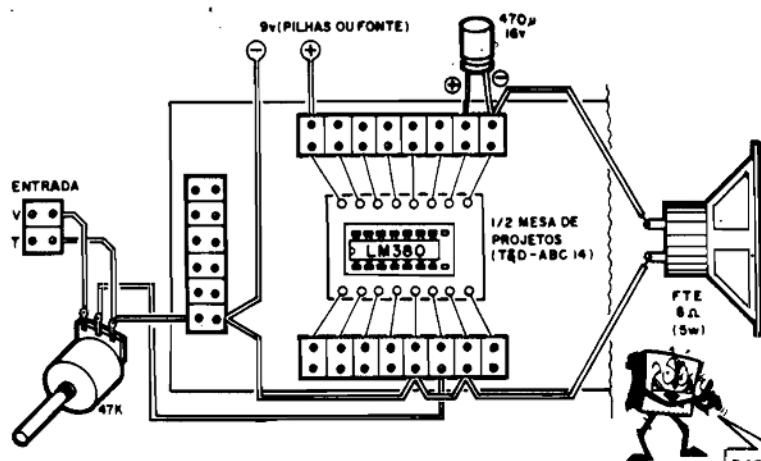

Fig. 13
- FIG. 13 - O "CHAPEADO" DA MONTAGEM EXPERIMENTAL, NA "MESA DE PROJETOS" (T & D do ABC nº 14) - Usando a Mesa de Projetos, que substitui com nítidas vantagens "financeiras" a um caro "Proto Board", Leitor/"Aluno" pode implementar o AMPLIFICADOR DE ÁUDIO com grande rapidez e facilidade! Notem que apenas a metade da MESA DE PROJETOS é utilizada (a versão original da mesa permite a implementação de montagens com até dois Integrados de até 16 pinos cada...). Observem bem o posicionamento do Integrado LM380 no soquete res-